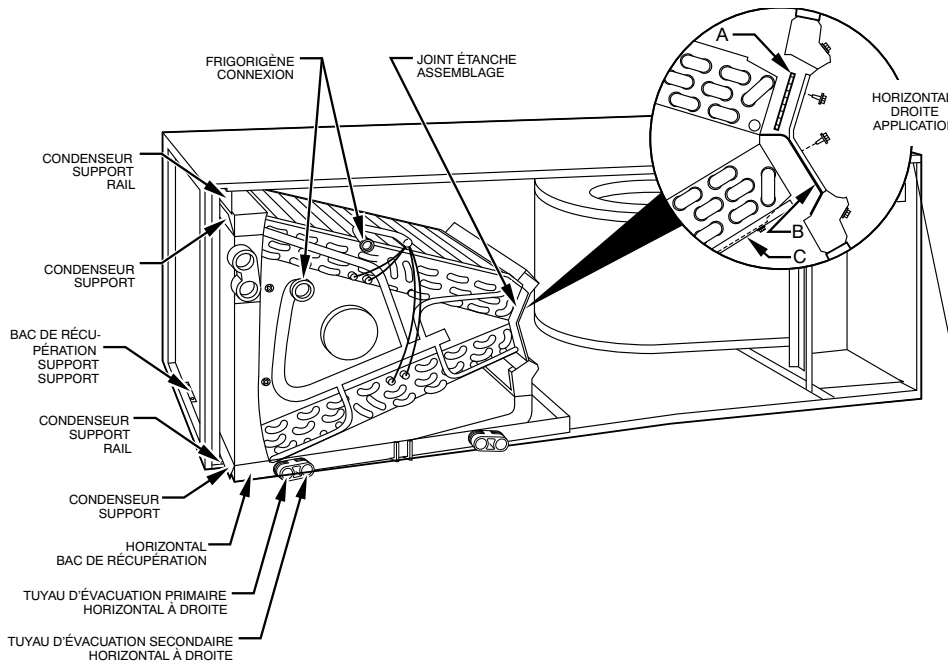

Fig. 6 – Conversion en application horizontale à droite – Serpentin en A
1. Retirez le panneau d'accès et le panneau de montage de la soufflante et du serpentin (voir la Fig. 6).
1. Retirez les panneaux d'accès de la soufflante et du serpentin (voir la Fig. 6).
- a. Retirez l'ensemble d'étanchéité à l'air du serpentin en retirant les quatre vis (Fig. 6).